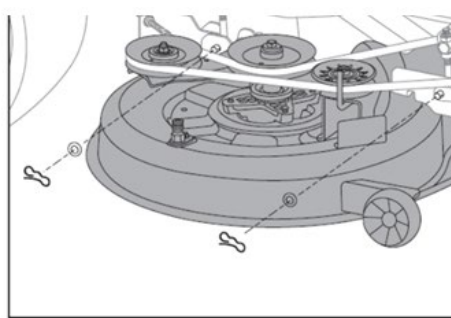

Fig. 25B
6. Rimuovere i 2 fermi che collegano il piatto destro alla macchina (sinistra/destra sono indicati nei passaggi 5 e 6 dalla posizione dell'operatore, vedere Fig. B). (Fig. 25B)